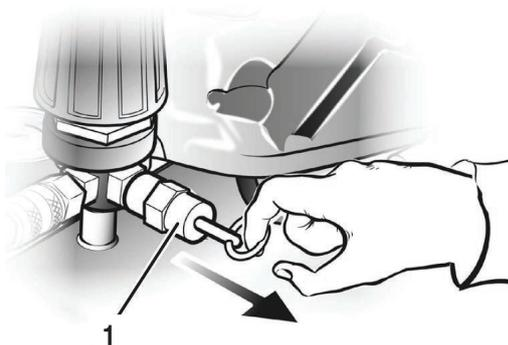

Fig. 6 Soupape de sécurité
2. Ouvrez la soupape de sécurité (fig. 6) en tirant l'anneau vers l'extérieur (la cuve doit être sous pression) jusqu'à ce que vous entendiez l'air comprimé sortir. Lâchez l'anneau.